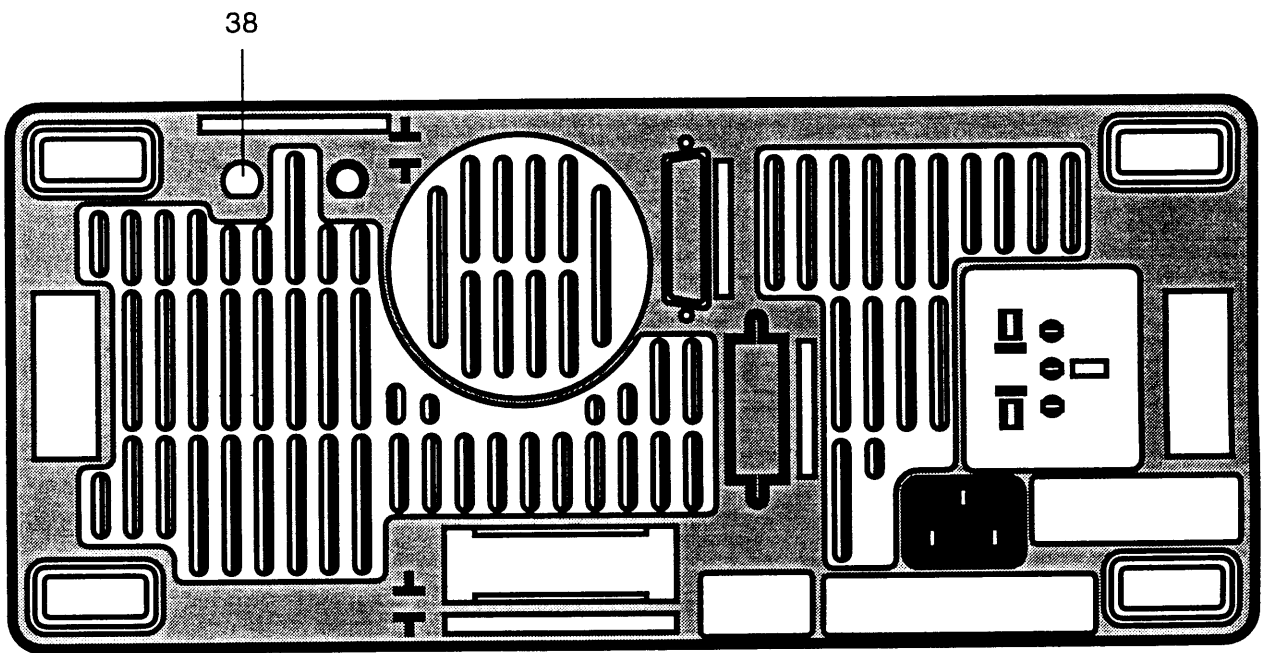

figure 7
(38) **MODULATION Z** - Entrée par prise BNC (38) en face arrière (figure 7), d'un signal TTL commandant l'extinction du spot (niveau 0 → trace éteinte, niveau 1 → trace allumée).